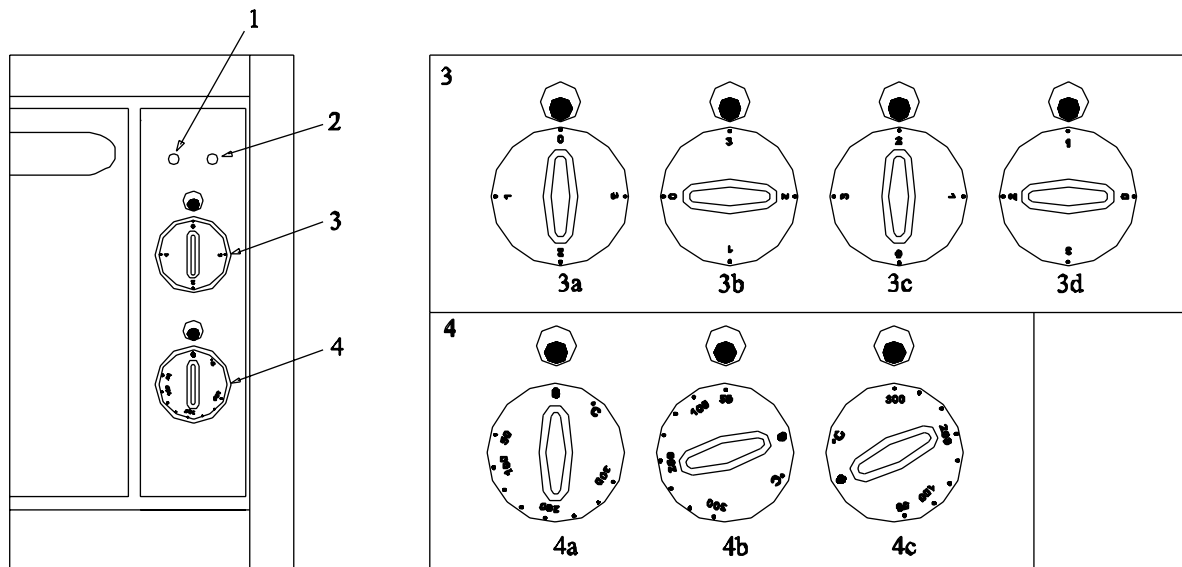
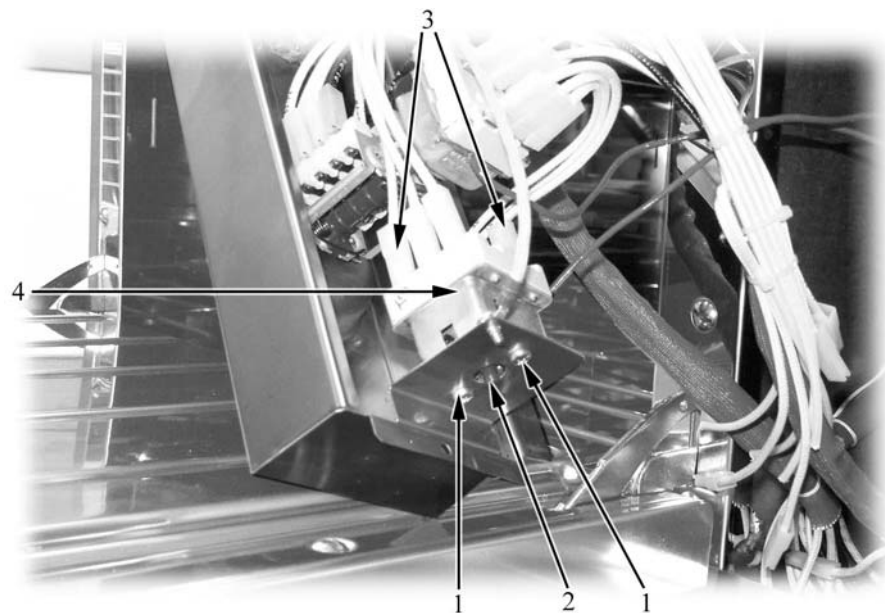

Abb. 5
Abb. 6a
Die Richtung der Erwärmung mit dem Knauf wählen, wiedergegeben mit pos. 3 auf *** 'Abb. 5' on page 15 ***. Die Temperatur der Garkammer durch Drehen des Knaufs des Regelthermostats des Ofens nach rechts einstellen (pos. 4 auf *** 'Abb. 5' on page 15 ***), die Widerstände schalten sich ein und die Leitungskontrollleuchte (pos. 2 auf *** 'Abb. 5' on page 15 ***)) und die Betriebsleuchte des Ofens (pos. 1 auf *** 'Abb. 5' on page 15 ***) leuchten auf. Die Betriebsleuchte geht beim Erreichen der eingestellten Temperatur aus. Die Temperatur des Ofen kann zwischen 50 °C und 300 °C mit Zwischenwerten eingestellt werden.
Das Gerät ist mit einem Sicherheitsthermostaten ausgestattet. Falls die Temperatur im Garraum den Grenzwert überschreitet, schalten alle Backofenfunktionen ab und es bleibt nur die Netzleuchte (pos. 1 in *** 'Abb. 5' on page 15 *** vorherige Position). Dies ist eine Sicherheits-Massnahme, die beim Defekt eines Teiles oder bei unsachgemäßem Gebrauch einschreitet. Falls das Sicherheitsthermostat eintritt, die Stromversorgung des Gerätes abschalten und den Kundendienst anrufen. Um den Thermostaten wiedereinzusetzen den Winkel (*** 'Abb. 6a' on page 17 ***) abmontieren und den Knopf für die Wiedereinsetzung des Thermostaten drücken..